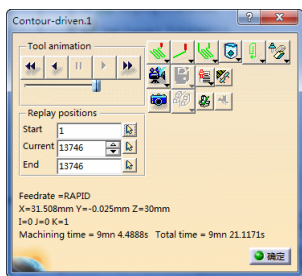
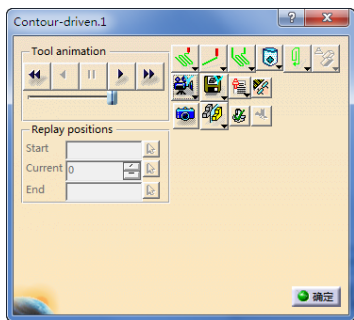

图 3-61 刀具路径轨迹（3）
图 3-62 实体切削仿真（3）
- 单击“Contour-driven.1”对话框 (1) 中的 Tool Path Replay 按钮, 弹出“Contour-driven.1”对话框, 同时在图形区显示刀具路径轨迹 (3), 如图 3-61 所示。
● 单击图 3-61 所示对话框中的 View from last result 按钮，然后单击 Forward replay 按钮，显示实体切削仿真（3），如图 3-62 所示。